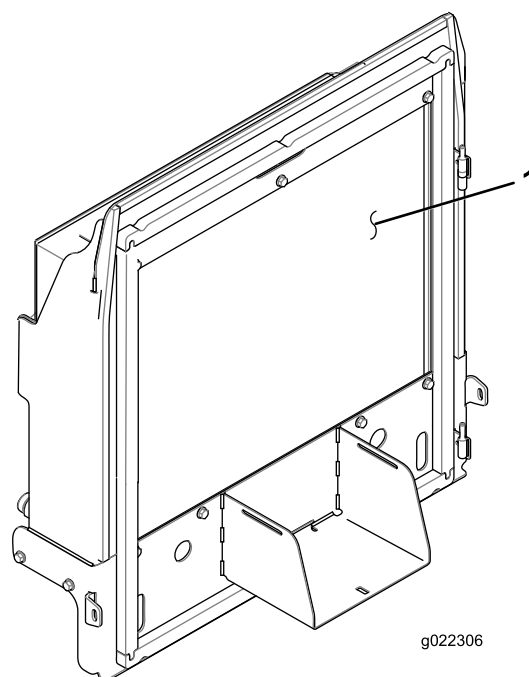

Figura 69
4. Pulite accuratamente entrambi i lati del radiatore e del refrigeratore dell'olio (Figura 69) utilizzando aria compressa.